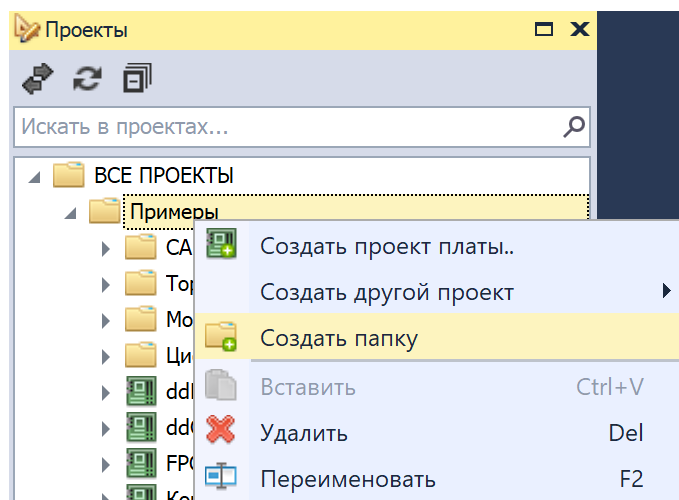

Рис. 4 Создание папки внутри дерева проектов
2. Вызовите контекстное меню и выберите пункт «Создать папку», Рис. 4.